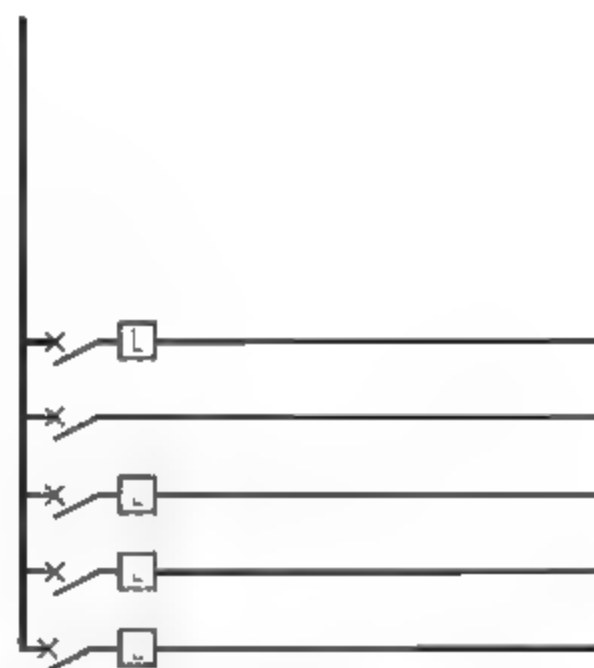

图13-4 修剪线路
**03** 调用TR【修剪】命令，修剪线路，结果如图13-4所示。